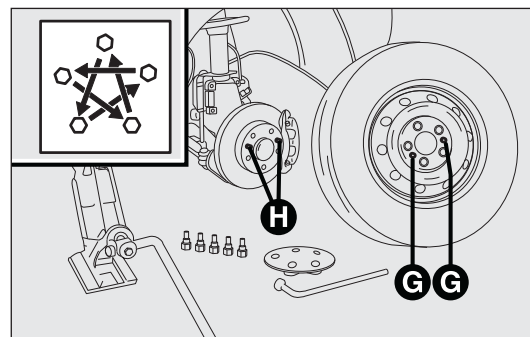

fig. 161
- montare la ruota di scorta, facendo coincidere i fori G-fig. 161 con i relativi perni H. Nel montare la ruota di scorta, assicurarsi che le superfici di appoggio della stessa, siano pulite e prive di impurità che potrebbero, successivamente, causare l'allentamento dei bulloni di fissaggio;
- stringere a fondo i bulloni, passando alternativamente da un bullone a quello diametralmente opposto, secondo lo schema illustrato in fig. 161.